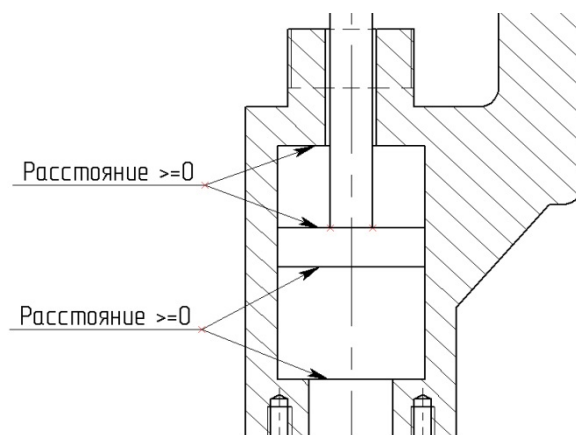

Рисунок 17 – Сопряжение деталей «Корпус» и «Поршень»
- Сопряжения Корпус-Поршень: Соосность, Расстояние (2), (рисунок 17)